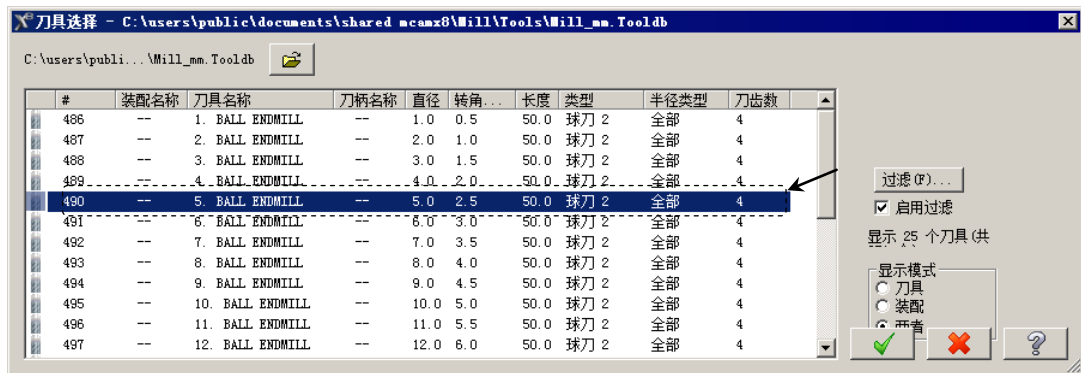

图 5.7.3 “刀具选择”对话框
(1) 确定刀具类型。在“曲面粗车-外形”对话框中单击 **刀具过滤** 按钮，系统弹出“刀具列表过滤”对话框，单击 **刀具类型** 区域中的 **无(N)** 按钮后，在刀具类型按钮群中单击 (球刀) 按钮，单击 按钮，关闭“刀具列表过滤”对话框，系统返回至“曲面粗车-外形”对话框。
(2) 选择刀具。在“曲面粗车-外形”对话框中单击 **选择库刀具...** 按钮，系统弹出 5.7.3 所示的“刀具选择”对话框，在该对话框的列表框中选择图 5.7.3 所示的刀具。单击 按钮，关闭“刀具选择”对话框，系统返回至“曲面粗车-外形”对话框。